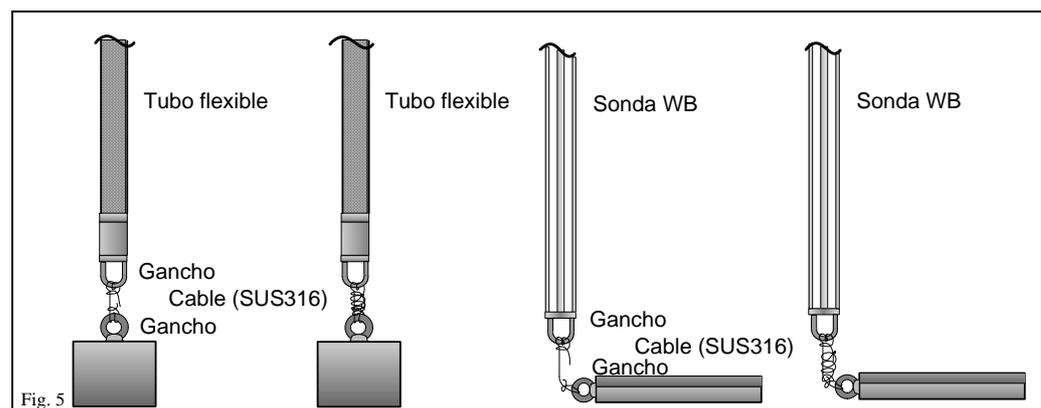

Fig. 5
4. Arolle dos veces el cable tensor alrededor de los ganchos y enrolle un cable alrededor del cable tensor (véase Fig.5)
4. Tense el cable tensor que une el extremo inferior del tubo flexible o sensor WB con el peso de anclaje. Arolle dos veces el cable tensor alrededor de cada enganche y enrolle luego cable sobre el cable tensor (véase fig.5).